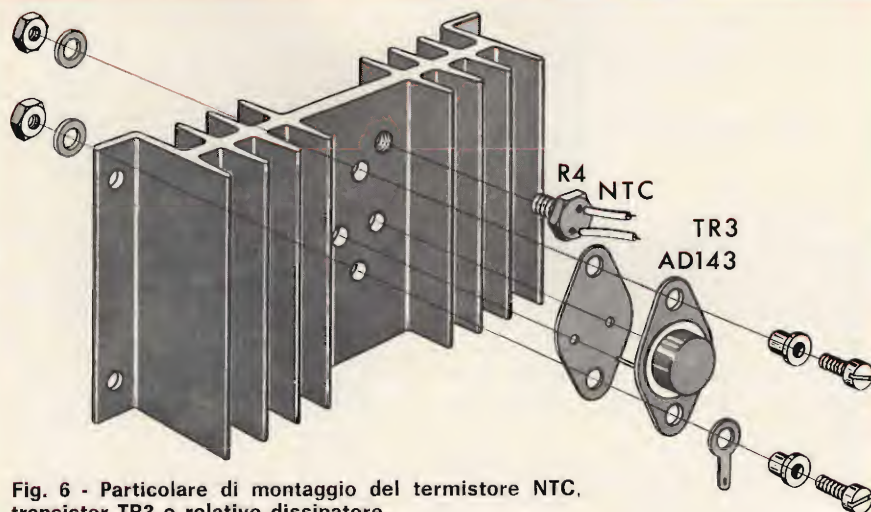

Fig. 6 - Particolare di montaggio del termistore NTC, transistor TR3 e relativo dissipatore.
- Montare sul dissipatore termico il transistor TR3 AD143 e il termistore NTC R4 (vedi particolare di montaggio fig. 6).